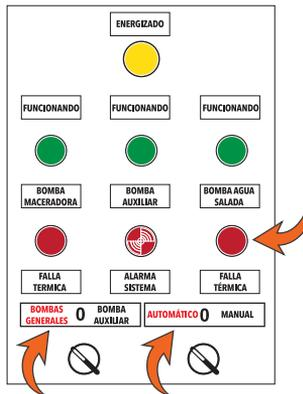

Figura 1
- » Los switches del tablero deben estar en: "Bombas principales" y "Automático" (Figura 1)
» En el tablero eléctrico cambiar switches a modos: "Bomba auxiliar" y "Manual" (Figura 1).